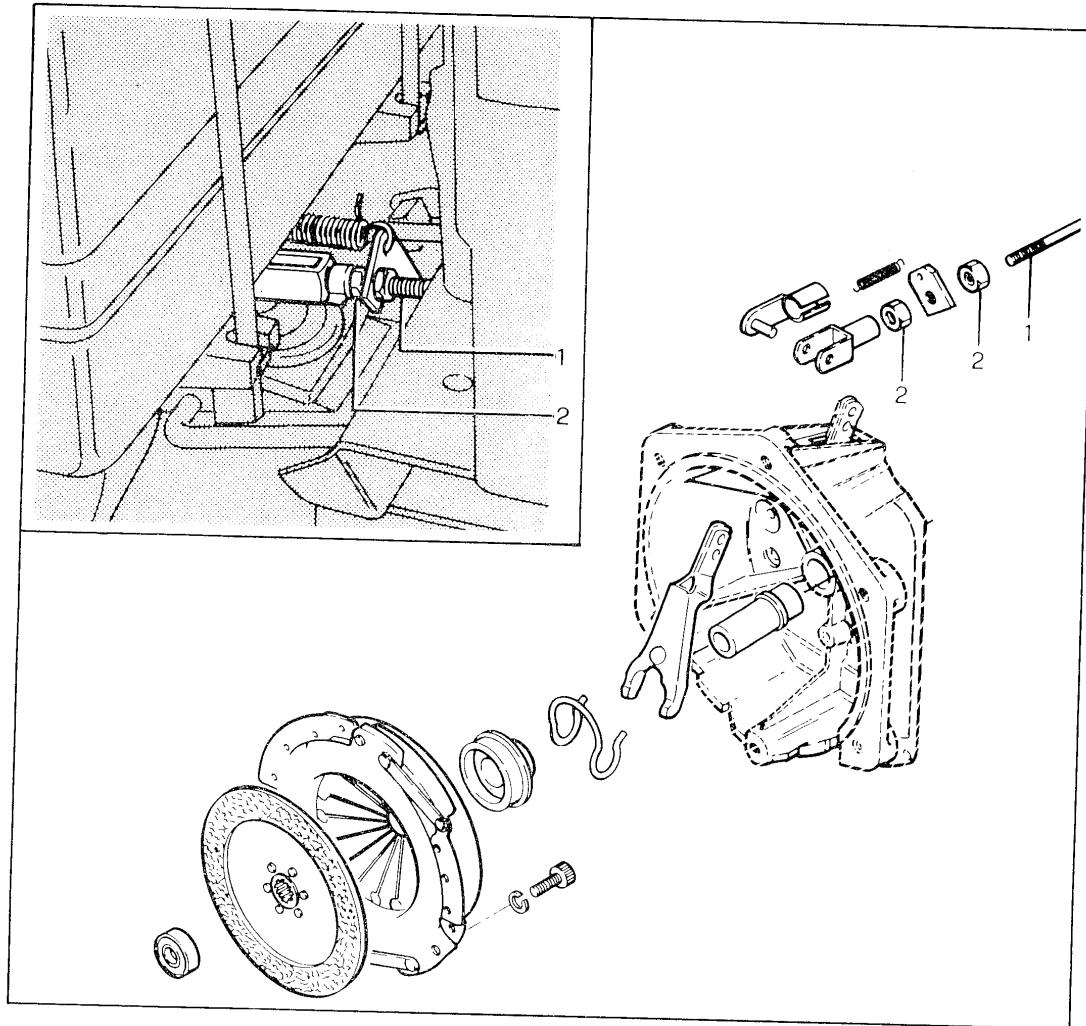

Bild 20 - Fig. 20
2. Sollte der freie Pedalweg ungenügend (Rutschung der Kupplung) oder übermäßig (unvollständige Ausschaltung) ausfallen, das Steuergestänge (1) (siehe Bild 20)
2. If the idle stroke is insufficient (clutch slip-page) or excessive (disengagement is not complete) adjust the corresponding control rod (1) (see fig. 20).
2. Si la course à vide de la pédale s'avère insuffisante (l'embrayage patine) ou excessive (débrayage incomplet) régler le tirant de commande (1) (voir fig. 20). Agir sur l'écrou de réglage (2), de sorte que la course à vide soit d'environ 15 mm.
3. Sollte die Pedaleinstellung nicht den Zweck erreichen, muss man die Kupplung demontieren und sie in einer Fachwerkstatt prüfen lassen (siehe Demontage-Detail Bild 20).
3. In the event the pedal adjustment does not suffice, have the clutch disassembled and inspected in a specialized workshop (see disassembly detail in fig. 20).
3. Si la mise au point de la pédale ne donne pas les résultats voulus, s'adresser à un atelier spécialisé pour le démontage et le contrôle de l'embrayage (voir les détails du démontage en fig. 20).